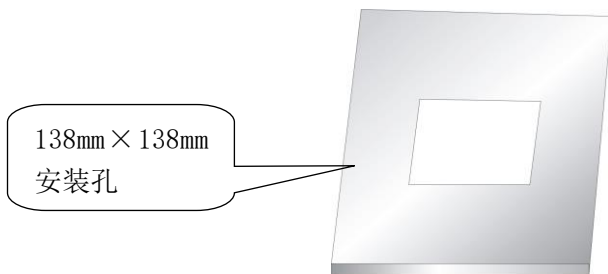

图 4.2.1
(1) 在控制柜面板上开 138mm×138mm 安装孔，如下图 4.2.1 所示：